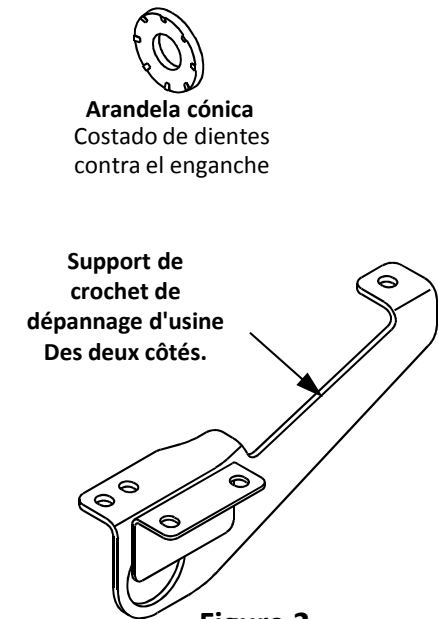

Figure 2
①	Qty. (10)	Bolt M12 X 1.25 X 40 CL10.9 Part no. 04263040
②	Qty. (6)	Conical washer ½ Part no. 01292008
③	Qty. (4)	Flat Washer ½ (Hardened) Part no. 3306QAD
- Remove tow hook brackets** – Using a 17mm socket, remove factory tow hook brackets (if present) by removing (10) M12 flange head bolts. Return bolts & brackets to vehicle owner. **See Figure 2.** **NOTE:** For vehicles without factory tow hook brackets, it may be necessary to clean the existing weldnuts in frame using a wire brush or compressed air.
1. **Remove tow hook brackets** – Using a 17mm socket, remove factory tow hook brackets (if present) by removing (10) M12 flange head bolts. Return bolts & brackets to vehicle owner. **See Figure 2.** **NOTE:** For vehicles without factory tow hook brackets, it may be necessary to clean the existing weldnuts in frame using a wire brush or compressed air.
- Retirer les supports de crochet de dépannage** – À l'aide d'une douille de 17 mm, retirer les supports de crochet de dépannage d'usine (le cas échéant) en retirant les (10) boulons à embase M12. Remettre les boulons et supports au propriétaire du véhicule. **VOIR LA FIGURE 2. REMARQUE :** Pour les véhicules qui ne disposent pas de supports de crochet de dépannage d'usine, il pourrait être nécessaire de nettoyer les écrous soudés sur le châssis à l'aide d'une brosse métallique ou d'air comprimé.
1. **Retirer les supports de crochet de dépannage** – À l'aide d'une douille de 17 mm, retirer les supports de crochet de dépannage d'usine (le cas échéant) en retirant les (10) boulons à embase M12. Remettre les boulons et supports au propriétaire du véhicule. **Voir la figure 2. REMARQUE :** Pour les véhicules qui ne disposent pas de supports de crochet de dépannage d'usine, il pourrait être nécessaire de nettoyer les écrous soudés sur le châssis à l'aide d'une brosse métallique ou d'air comprimé.